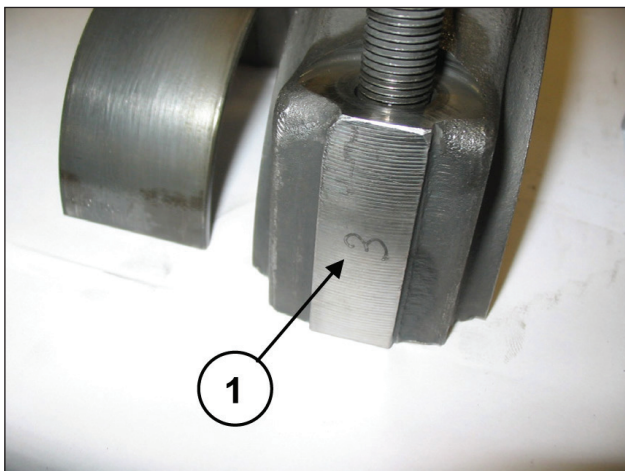

Fig. 18
Para evitar possíveis erros da capa e semi-bielas, foram numerados em um lado (pos. ①, Fig. 18).